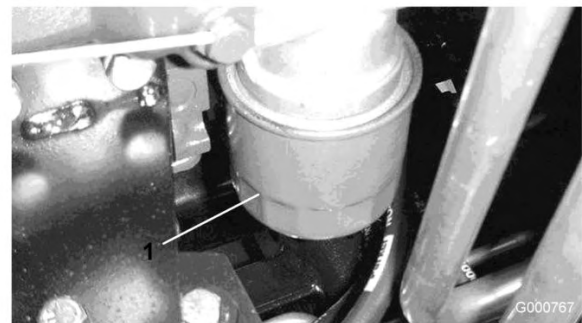

図 43
2. オイルフィルタ (図 43) を外す。新しいフィルタのシールに薄くエンジン・オイルを塗って取り付ける。締めすぎないこと。